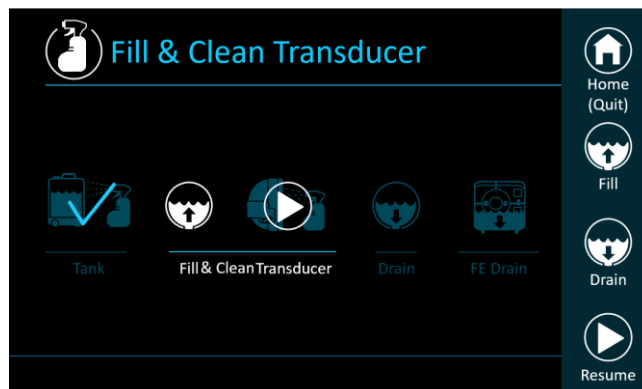

Figure 12-10: Écran Fill & Clean Transducer (Remplir et nettoyer le transducteur)
- Étape 14. Lorsque le temps est écoulé, une coche s'affiche (**Figure 12-10**) et le système est prêt pour l'étape suivante du cycle de nettoyage : Fill & Clean Transducer (Remplir et nettoyer le transducteur)